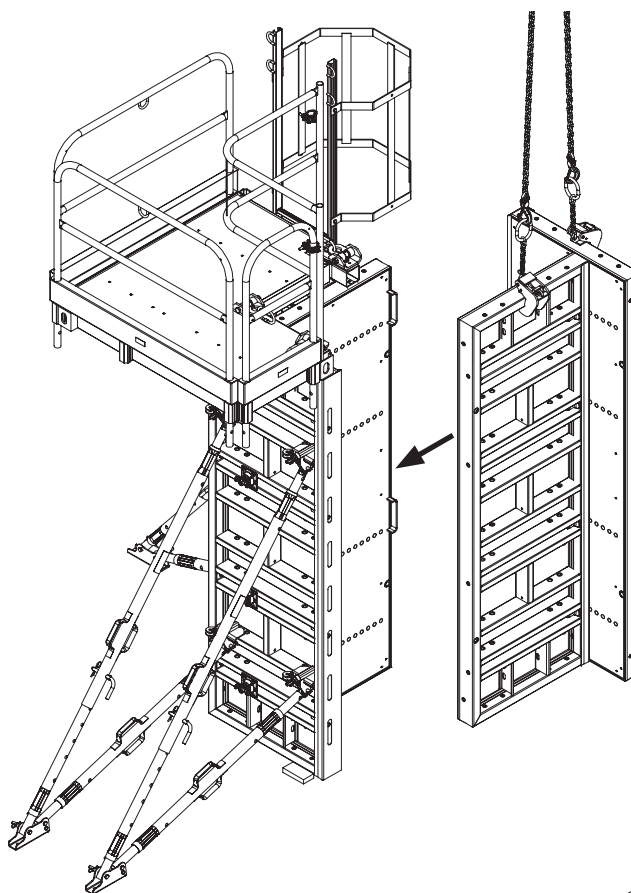

Fig. A4.04
3. Posizionare le due metà della cassaforma. (Fig. A4.04)